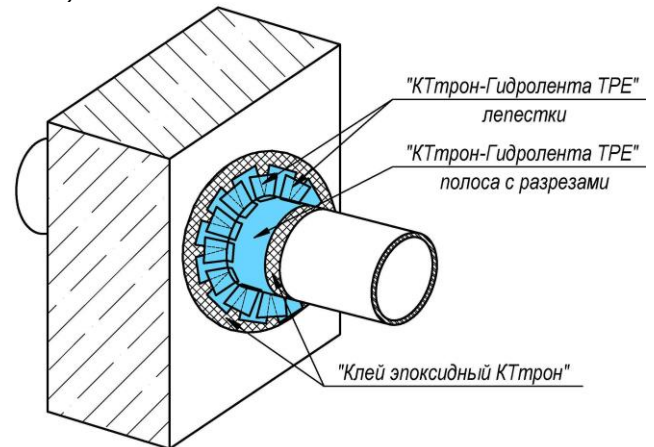

Рис. 9
- Приварить лепестки со сдвигом на половину ширины уже приклеенных лепестков, перекрывая их разрезы (Рис. 9).